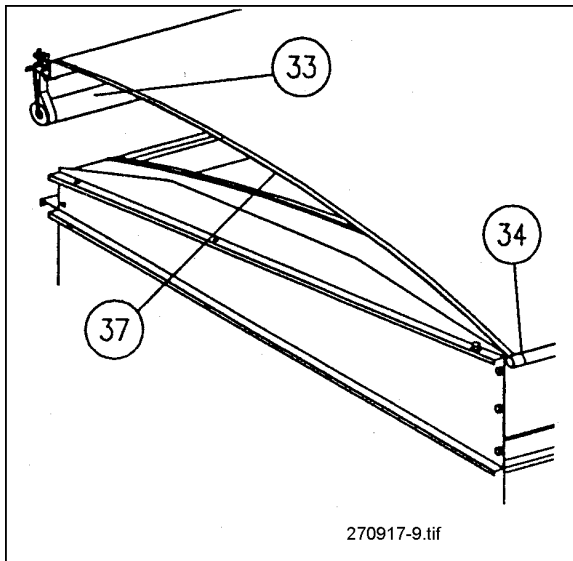

Abb. 10: Einsetzen der Abdeckplane
11. Die komplette Abdeckplane (37) mit den Teilen (33, 34) in die linke Seitenwand einsetzen. (s. Abb. 10)